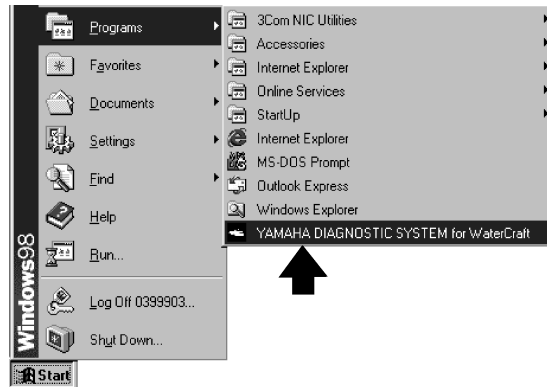

Fig. 19
3. From the taskbar at the bottom of your computer screen, click the **Start** button (Fig. 19), point to **Programs**, and then click **YAMAHA DIAGNOSTIC SYSTEM for WaterCraft**.
3. A partir de la barre des tâches en bas de l'écran, cliquer sur le bouton **Start** (Fig. 19), pointer **Programs** puis cliquer sur **YAMAHA DIAGNOSTIC SYSTEM for WaterCraft**.
3. Klicken Sie in der Task-Leiste unten an Ihrem Computer-Bildschirm auf **Start**. (Abb. 19), wählen Sie **Programs**, und klicken Sie dann auf das Feld **YAMAHA DIAGNOSTIC SYSTEM for WaterCraft**.
3. En la barra de tareas de la parte inferior de la pantalla del ordenador, haga clic en el botón **Start** (Fig. 19), señale **Programs** y haga clic en **YAMAHA DIAGNOSTIC SYSTEM for WaterCraft**.